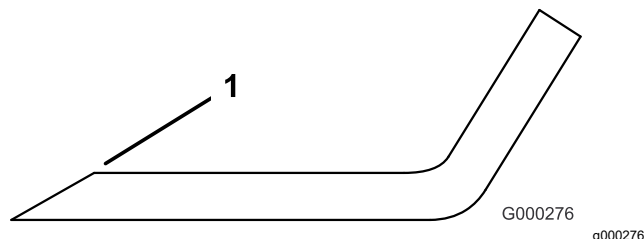

Figura 110
1. Affilate i taglienti da entrambe le estremità della lama con una lima (Figura 110).
Nota: Se la lama non è bilanciata, limate del metallo soltanto dalla costa (Figura 110).